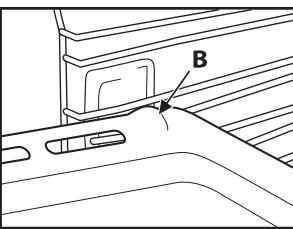

Рис. 2
2. Остальные принадлежности, такие как поддон и противень, вставляются выступом на плоской поверхности В сверху (Рис. 2).